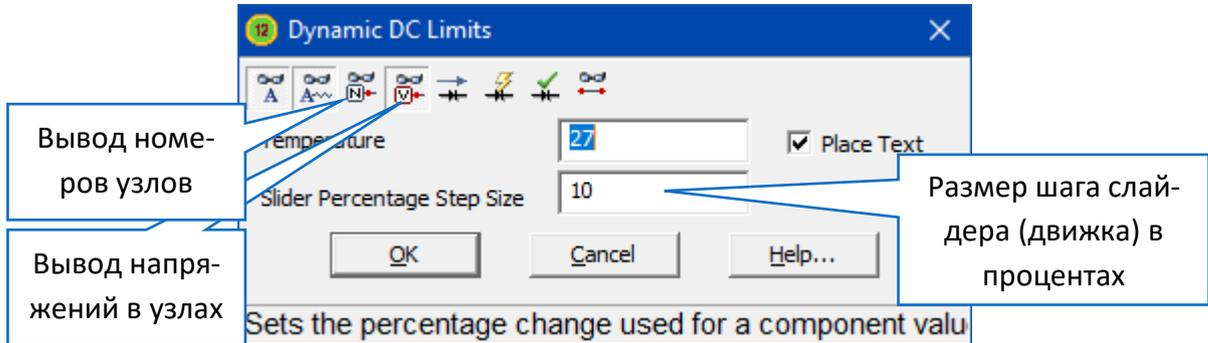

Рис. 2.12 – Окно установки параметров режима *Dynamic DC Limits*
2. Выполнить расчёт режима по постоянному току для этой схемы используя меню *Dynamic DC*. Включите кнопки **Вывод номеров узлов (Node Numbers)**, **Вывод напряжений в узлах (Node Voltages)**, **Вывод токов (Currents)** и нажмите Ok в появившемся диалоговом окне *Dynamic DC Limits* (Рис. 2.12).
3. Выполнить расчёт режима по постоянному току для этой схемы используя меню *Dynamic DC*. Включите кнопки **Вывод номеров узлов (Node Numbers)** и **Вывод напряжений в узлах (Node Voltages)** и нажмите **Ok** в появившемся диалоговом окне (Рис. 2.12).